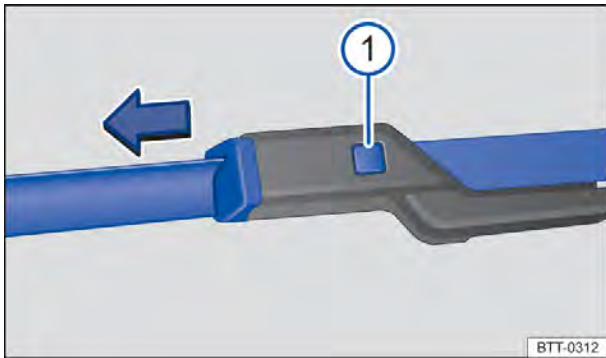

Fig. 211 Substituir as palhetas dos limpadores do para-brisa.
- Manter o botão de destravamento \Rightarrow Fig. 211 pressionado e, ao mesmo tempo, puxar a palheta dos limpadores do para-brisa para fora, no sentido da seta.